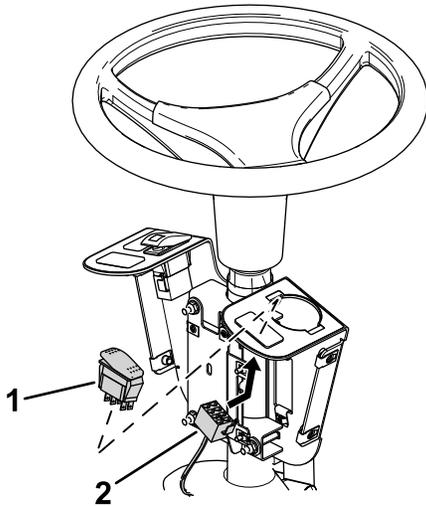

图 8
10. 拔掉孔塞安装警示灯开关凸起端向上图 8。
11. 将警示灯接头连接到开关图 8。